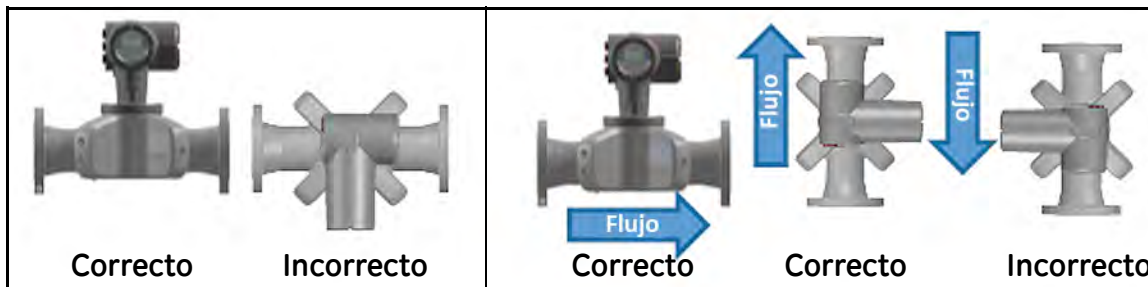

Figura 7: Ubicaciones correctas e incorrectas de los transductores
- Ubique los transductores en un plano axial común a lo largo de la tubería (consulte la *Figura 7*). Ubique los transductores en el lateral de la tubería, en vez de hacerlo en la parte superior o inferior, ya que en la parte superior tiende a acumularse gas y la parte inferior tiende a acumular sedimentos. Cualquiera de estas condiciones puede aumentar la atenuación de la señal ultrasónica. No existe una limitación similar para las tuberías verticales siempre que el fluido circule hacia arriba para evitar la caída libre de líquidos y que la tubería no esté llena.